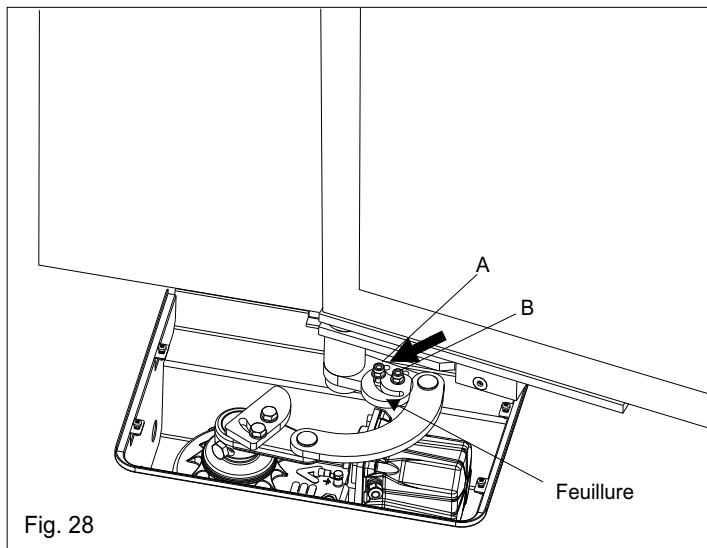

Fig. 28
6.4. Dévisser les écrous A et B, tourner la came jusqu'à feuilure avec la contre bielle et ré-bloquer les écrous (Fig. 28)